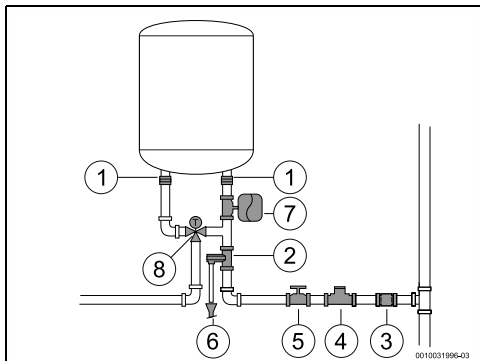

Fig. 13 Collegamento acqua
- ▶ installare una valvola riduttore di pressione (Fig. 13, [4]). La valvola di sicurezza è sempre attiva quando la pressione dell'acqua nello scaldacqua elettrico supera gli ( $\pm 0,5$  bar), e l'acqua di uscita CS deve essere quindi convogliata.
- ▶ installare un vaso d'espansione (Fig. 13, [7]) per arrestare l'apertura frequente della valvola by-pass. Il volume del vaso d'espansione deve essere equivalente a 5% del volume dell'apparecchio.